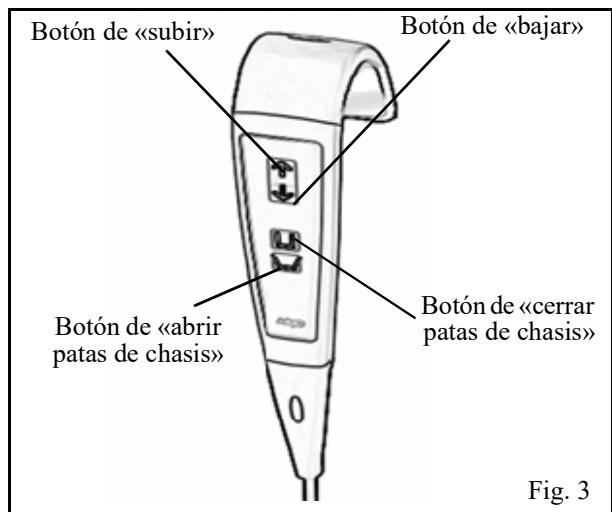

Fig. 3
**Mando de control:**- El control manual está acoplado a la grúa mediante un cable prolongador. El mando regula los movimientos de ascenso y descenso, así como la apertura / el cierre de la pata del chasis. Las flechas de dirección adyacentes a los botones indican cada función. (Véase la fig. 3)